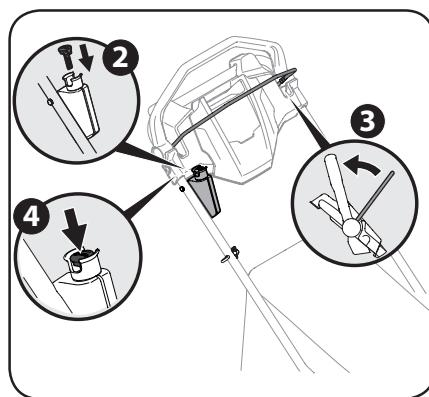

Figura 3-4
control de la cuchilla hacia atrás contra el control de transmisión. Consulte la Figura 3-4.
- Empuje el botón del arrancador eléctrico para que arranque el motor. Consulte la Figura 3-4.